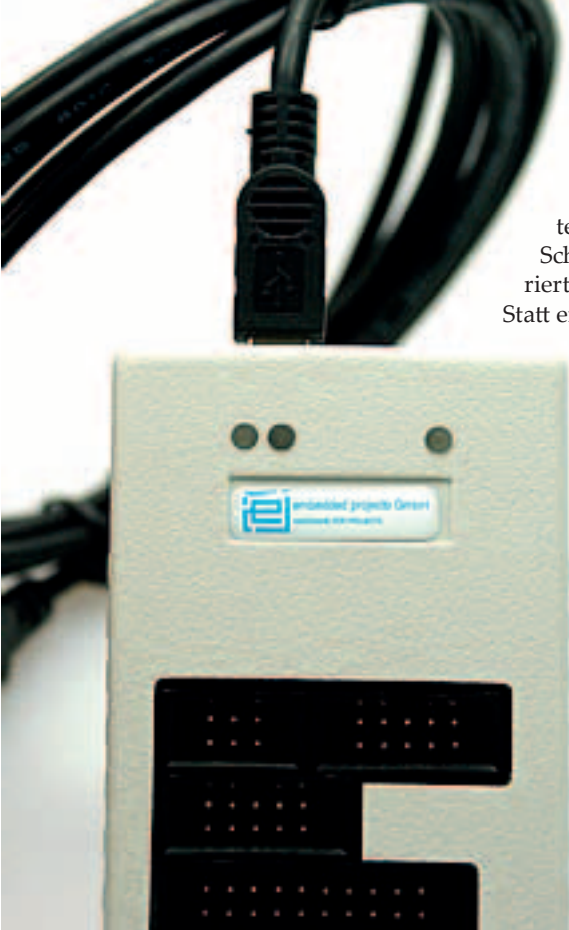

Abb. 6: USBprog Statusleuchtdioden
- und 3 Leuchtdioden, die den Zustand des USBprog anzeigen (Abbildung 6)